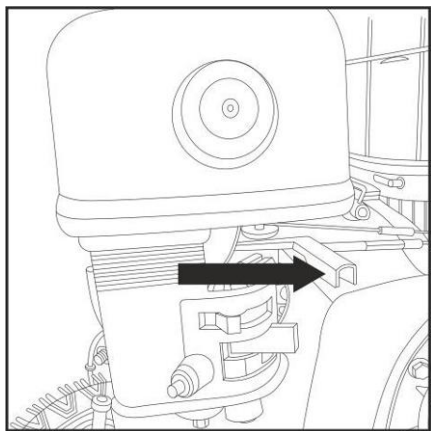

Рис. 16
5. Рычаг газа (Рис. 16) установите в среднее положение.
7. После запуска двигателя рычаг газа (рис. 16) установите в режим холостого хода (крайнее правое положение)